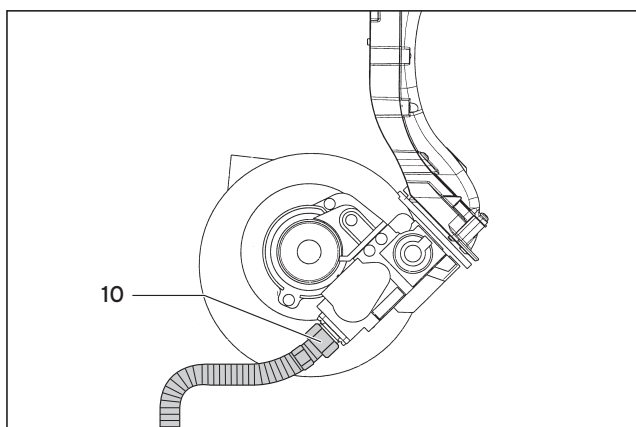

Рис. 7.4 Подсоединение гибкого газопровода
- Подсоедините с помощью накидной гайки гибкий газопровод (10) с новой уплотнительной прокладкой (№ запасной части 98-0012) к газовой арматуре (рис. 7.4). При этом используйте грани для ключа на гибком газопроводе для удержания от проворачивания.
- Подсоедините два штекера :провода розжига и провода заземления к электроду розжига (6).
- Подсоедините кабели (9) к двигателю вентилятора и кабель (8) к газовой арматуре.
Проверьте герметичность подключения гибкого газопровода (10) с помощью средства для поиска утечек (рис. 7.4).